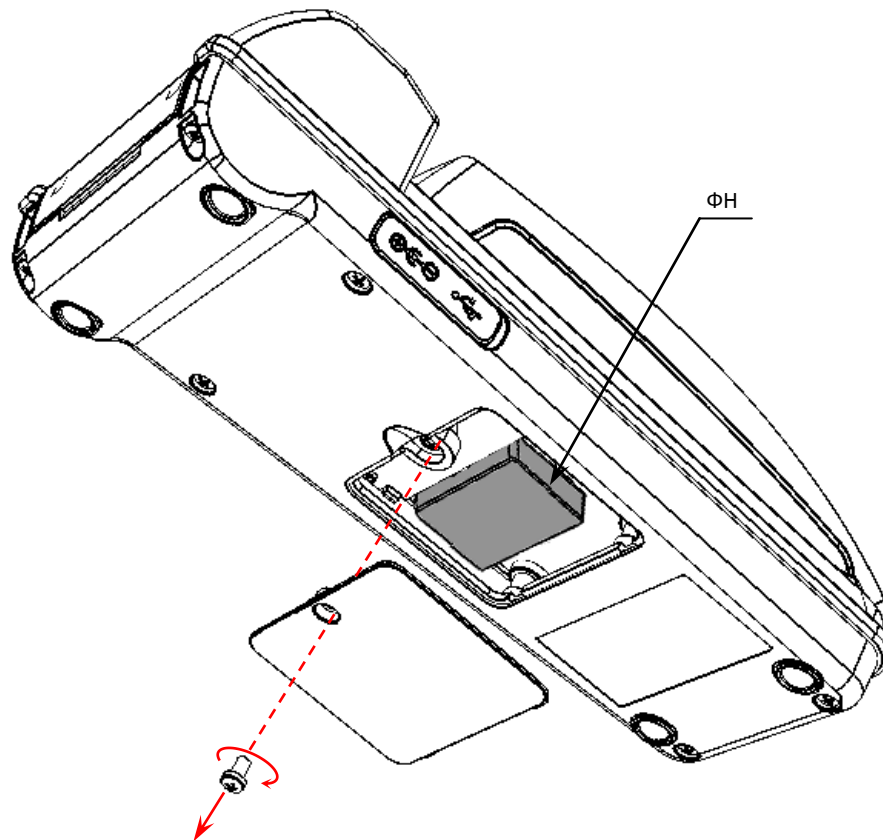

Рисунок 8. Расположение ФН в корпусе ККТ
5. Установить новый экземпляр ФН на место старого (ФН крепится к внутренней поверхности отсека на двухсторонний скотч на вспененной основе, смотрите рисунок 8).
2. Открутить винты крепления крышки в нижней части корпуса изделия (смотрите рисунок 8 данной инструкции). Снять крышку отсека для ФН.